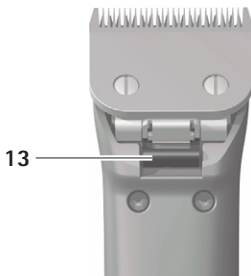

Fig. 4
- Apăsați elementul de închidere a capului de tuns 14, vezi Fig. 4.